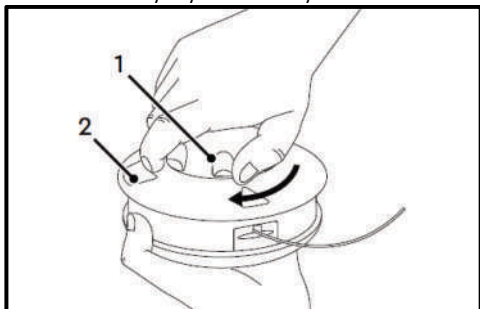

Рис. 23
- Утримуючи котушку (2), обертайте натискну кнопку (1) в напрямку стрілки яка зображена на корпусі котушки (2), або в напрямку стрілки на (Рис. 23) до тих пір, поки кінці косильної ліски не будуть виступати з котушки на 15 см.